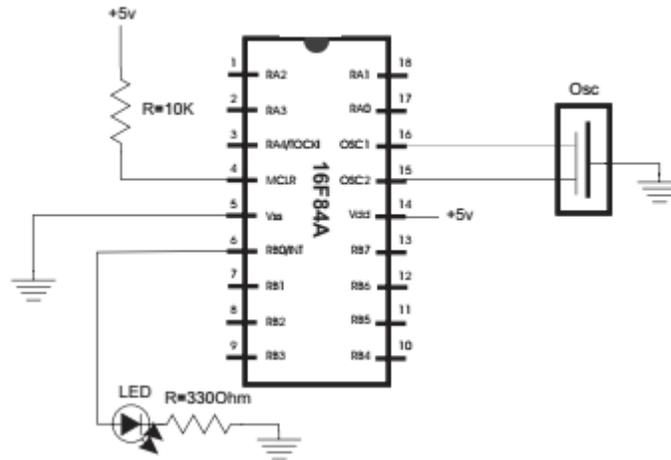

Figure 2. Circuit à un seul LED à base de PIC 16F84A
2. Insérer les composant dans la plateforme de schématique, l'emplacement des composant doit respecter le schéma de la figure 2.